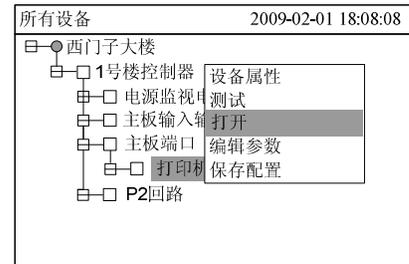

图 29-4
3. 按“→”键弹出快捷菜单（图 29-4），然后按“↓”键选择“打开”，再按“OK”键，打印机即处于打开状态。